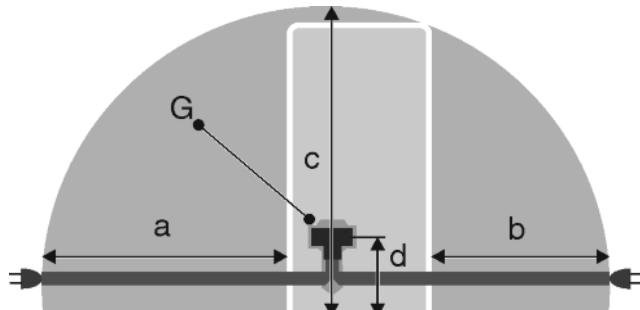

Fig. 24
- Розетка знаходитьться за межами зони задньої стінки пристрою у заданому діапазоні Fig. 24 (a, b, c).
- Штекер пристрою Fig. 24 (G) вставити на задній стінці пристрою. Слід звернути увагу на належну фіксацію.